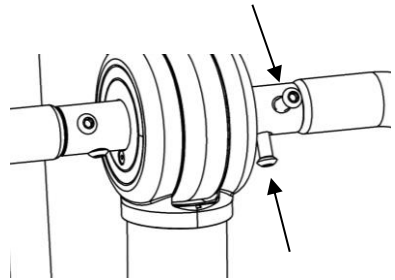

Fig. 1.6E
4. Monter håndtagene på masten ved at skrue skruen i med unbrakonøglen (Fig. 1.6E)